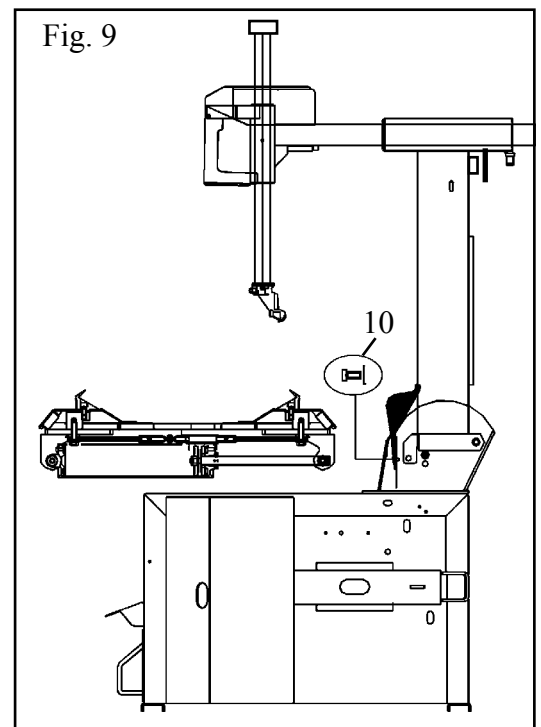

Fig. 9
Visser la vis et la rondelle (10) pour fixer la partie en plastique comme indiqué en fig. 9.
Die Schraube und die Beilagsscheibe (10) anziehen, um die Kunststoffverkleidung zu befestigen. Abb. 9
Collegare la macchina alla rete dell'aria compressa.(Fig. 9/b)
- Premere il pedale dello stallonatore per poter togliere il gancio dall'asta del cilindro. (Fig. 9/c).
- Montare il braccio stallonatore come indicato in fig. 9/d:
- Avvitare la vite del braccio stallonatore come indicato in fig. 9/e
- Avvitare il dado come indicato in fig. 9/f.